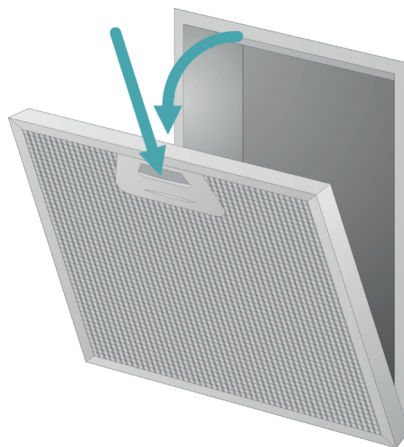

Рис. 12 Снятие алюминиевого жировоулавливающего фильтра
1. Нажмите на защелки на жировоулавливателем фильтре и снимите фильтр. (Рис. 12)